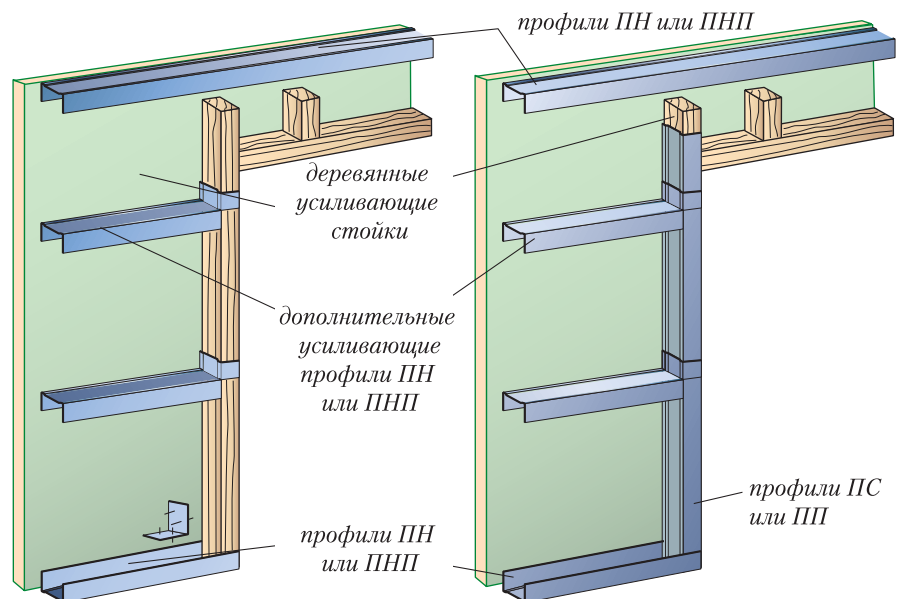

Рис. 24. Усиление дверных проемов
7. Дверные коробки при их креплении к облицовке должны устанавливаться одновременно с монтажом каркаса облицовок. Для этого по обе стороны дверной коробки монтируют опорные, усиленные в зависимости от веса дверного полотна, стоечные профили (усиление осуществляется применением специального профиля, дополнительного профиля или деревянным брусом размером, соответствующим внутренним размерам профиля стоечного). Опорные стоечные усиленные профили с помощью специальных уголков крепят к полу и потолку (рис. 24).